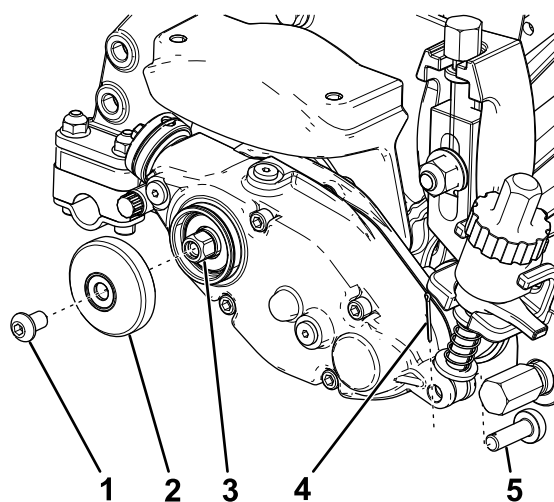

Figura 2
1. Retire la chaveta y los pasadores de regulador de la varilla del conjunto del brazo del regulador (Figura 2).
2. Retire el tornillo allen y la cubierta exterior de la caja de transmisión del groomer (Figura 2).
4. Utilizando un bloque de madera o bien con la ayuda de otra persona que sujete el molinete, afloje la transmisión de cabeza hexagonal (Figura 2).